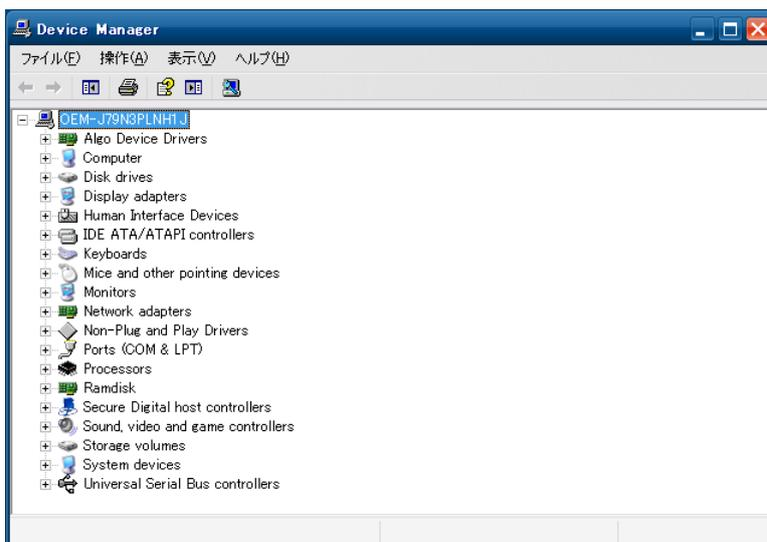

図 3-3-8-1. Device Manager
- ① スタートメニューから[コントロール パネル]を選択します。
- ② [コントロール パネル]が開きます。[システム]を実行します。
- ③ [システムのプロパティ]ダイアログが開きます。
- ④ [ハードウェア]タブを選択します。[デバイス マネージャ]ボタンを押します。
- ⑤ [Device Manager]が開きます。(図 3-3-8-1)